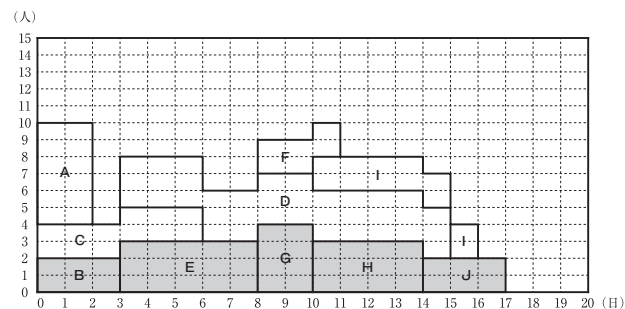
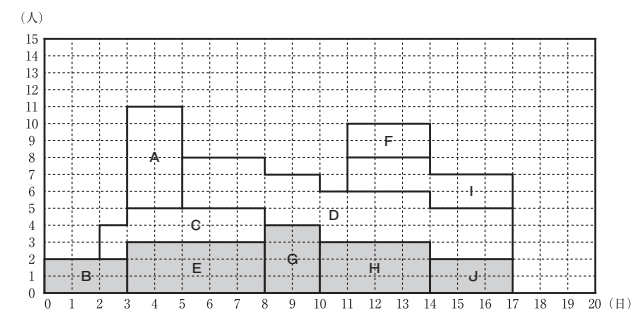

図2 最早開始時刻 (EST) による山積み図
図 3 最遅開始時刻 (LST) による山積み図
- ① クリティカルパス上の作業を底辺に配置し、それ以外の作業は、その上に積み上げる。
- ② 最早開始時刻又は最遅開始時刻の早い順に積み上げる。
- ③ 最早開始時刻が同じ作業は、作業日数が多い順とする。
具体的には、設問1で求めたクリティカルパス $B \rightarrow E \rightarrow G \rightarrow H \rightarrow J$ を底辺とし、②、③の要領で他の作業を積み上げる。最早開始時刻で積み上げると図2、最遅開始時刻で積み上げると図3となる。